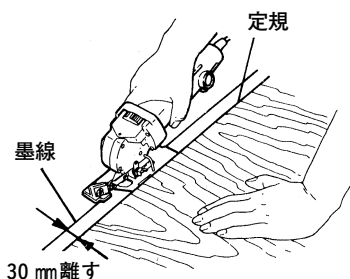

図 8
- (2) 刃物が材料に触れていない状態でスイッチを入れます。材料がばたつかないようにしっかり押さえ、ゆっくり送って切断します。
- (3) 正確な直線に切る場合には、図8のように適当な材料を案内定規とし、墨線から30 mm離しておきます。これにベース側面を軽く当てながら送ります。
- (4) **曲線に切る**ときは、直線に切るときよりさらにゆっくり送ってください。
- (5) **窓を抜く**ときは、ベース先端を材料にあて、ベース後方を浮かせます。